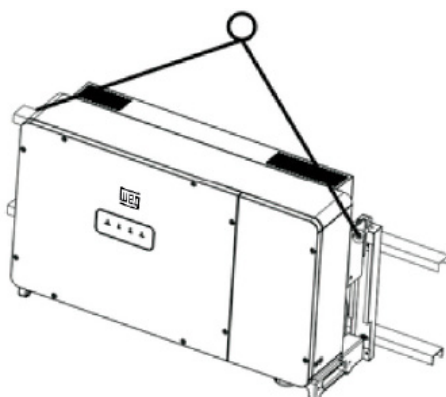

Figura 3.8: Içando o inversor.
- **Método de içamento:** Use 2 porcas olhais M10 (fornecidas pelo cliente) para rosquear nos furos laterais da máquina e use uma corda ou uma haste de suspensão (colocada entre as duas porcas olhais) para içar. O ângulo entre as duas cordas deve ser inferior a 90 graus (consulte a *Figura 3.8*).